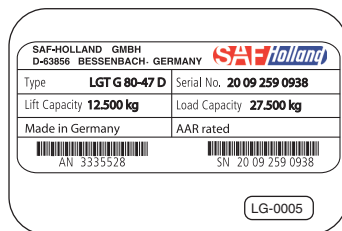
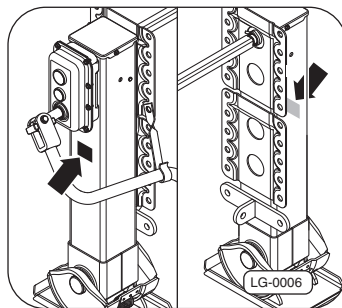

Рис. 1 · Фирменная табличка
Рис. 2 · Положение фирменной таблички
Фирменная табличка ⇒рис. 1 находится в специально обозначенных местах⇒рис. 2, –стрелка–.
- соблюдение предельных характеристик ⇒рис. 1 изделия;